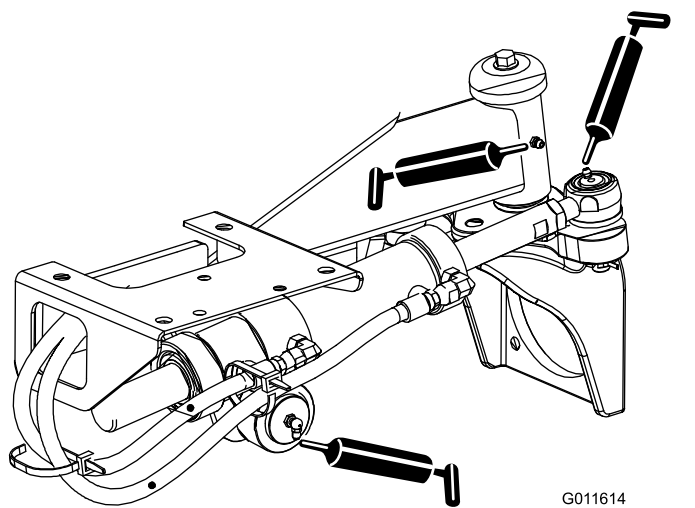

Figura 49
- Giunti sferici (2) del cilindro di sterzo e ponte posteriore (Figura 49)